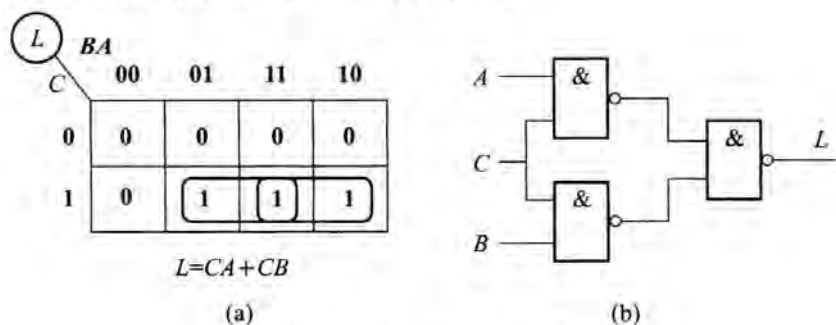

图 1.3.12 例 1.16 解图
(3) 用卡诺图化简逻辑函数式如图 1.3.12(a) 所示,并变换为与非-与非逻辑函数式
用与非门实现的逻辑电路图如图 1.3.12(b) 所示。